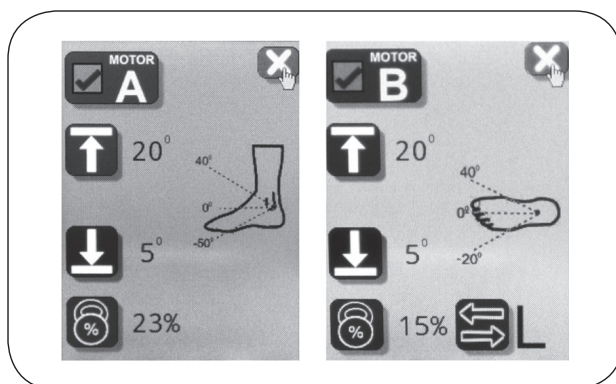

Рисунок 7.5 – Дисплей режима задания параметров механизмов
### 7.3 Дисплей режима задания параметров механизмов (см. рис. 7.5).
1.2. С помощью кнопок ,  перевести курсор на символ  и нажать кнопку  (рис. 7.5). Задать требуемое верхнее значение диапазона для мотора А (для увеличения угла нажмите кнопку , для уменьшения - ).
1.4. С помощью кнопок ,  перевести курсор на символ  и нажать кнопку  (рис. 7.5). Задать требуемое нижнее значение диапазона для мотора А.
2.2. С помощью кнопок ,  перевести курсор на символ  и нажать кнопку  (рис. 7.5). Одновременно с удержанием кнопки  ПУСК, кнопками  или , выставить верхнее значение диапазона для мотора А, которое не будет вызывать болевых ощущений в суставе у пациента.